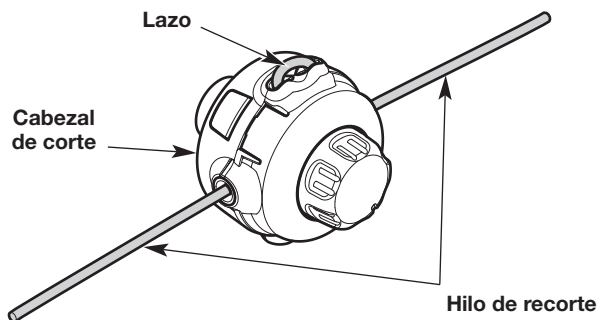

Fig. 25
1. Retire el hilo viejo del cabezal de corte. Empuje un extremo del hilo de recorte dentro del cabezal de corte hasta que sobresalga un lazo de hilo del cabezal. Tire del lazo para extraer el hilo (Fig. 25).
4. Tire de los extremos del hilo hasta que quede tenso contra el cabezal de corte. Asegúrese de que los extremos del hilo sean de igual longitud (Fig. 25). Si un extremo es más largo que el otro, empuje el extremo más largo nuevamente a través del cabezal de corte parcialmente y tire del extremo más corto hacia afuera. De ser necesario, repita el proceso hasta que ambos extremos sean de igual longitud.
5. Presione el lazo expuesto del hilo de recorte hasta que esté ajustado contra el cabezal de corte (Fig. 25).